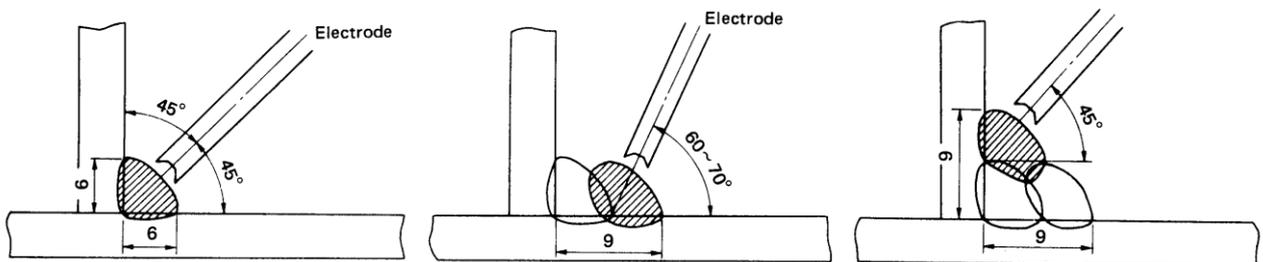

Fig. 4 UNEVEN-LEG FILLET WELD
- Fig. 4 — Uneven-leg fillet weld